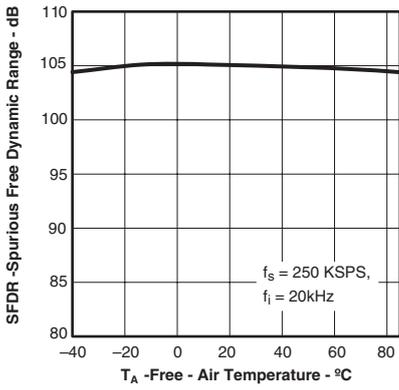
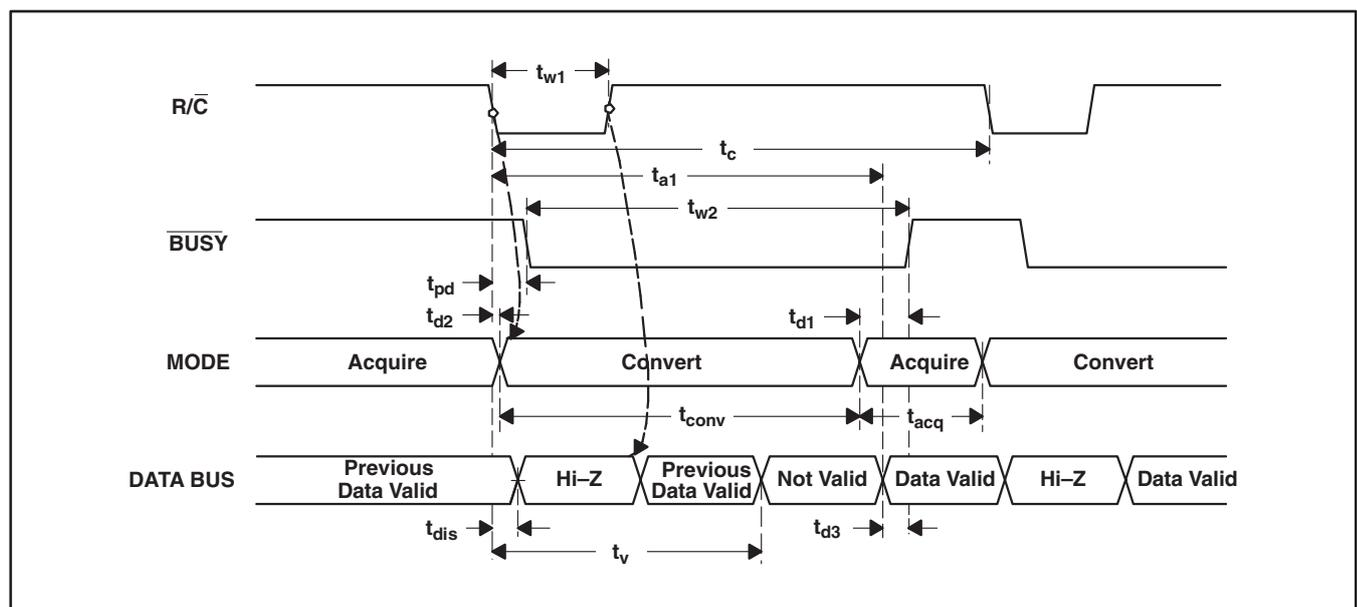
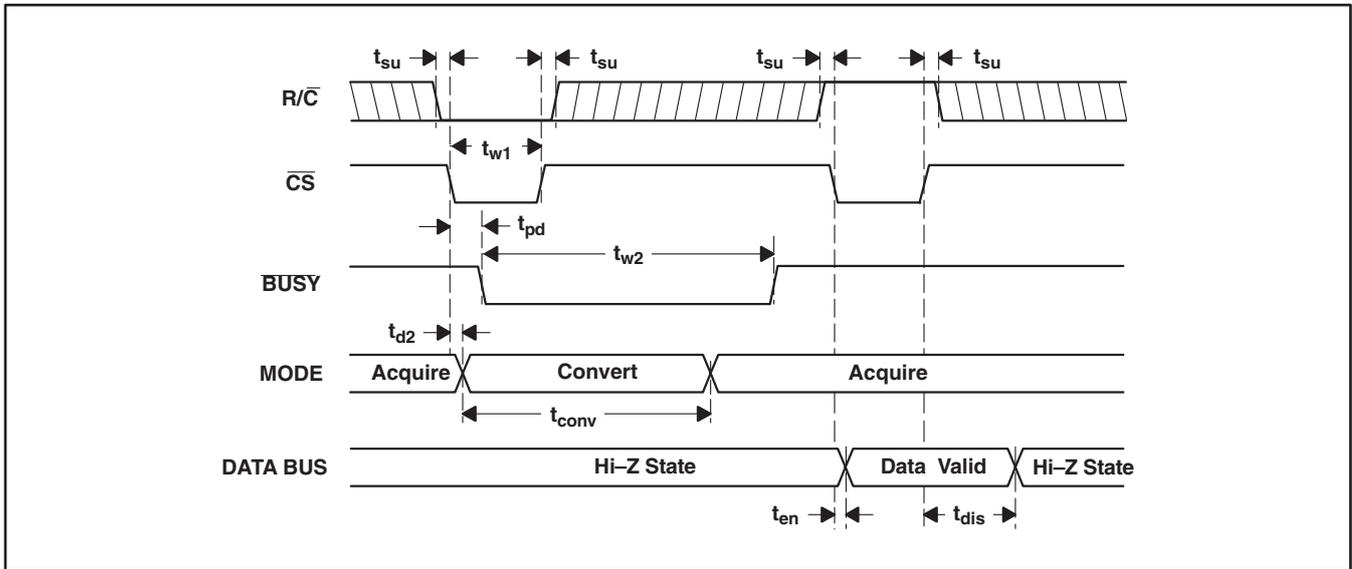
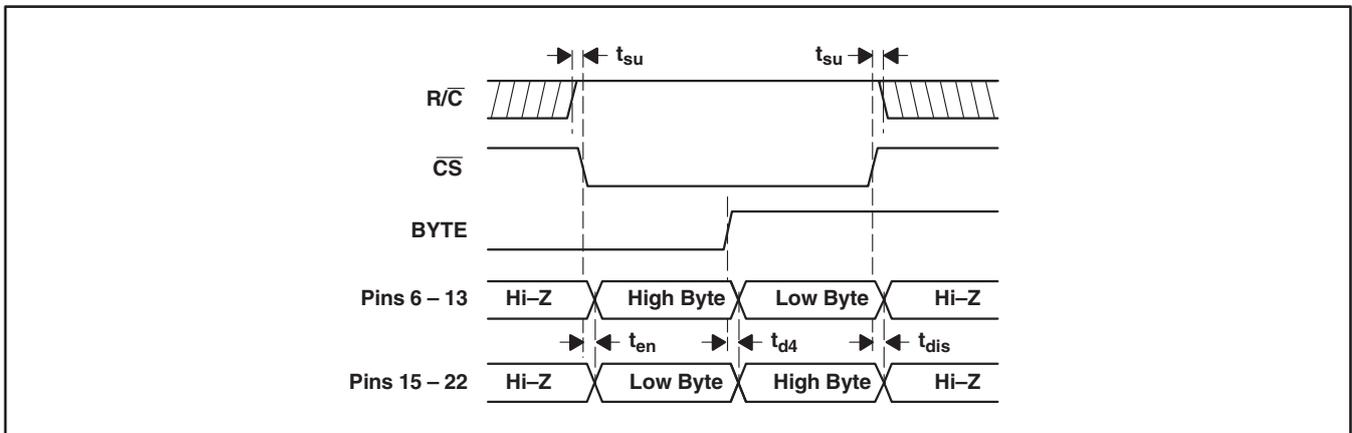

図 1
図 23. 変換と出力イネーブルのタイミング (\overline{CS} を “Low” に固定)
図 24. CSを使用した変換制御と読み取りのタイミング
図 25. CSとBYTEを使用したデータバスの制御
ADS8505は変換の終了時に、入力信号のトラッキングを始めるので、変換コマンドの間隔を4µs確保すると、新しい信号を正確にアクイジションすることができます。CS、R/C、およびBUSYの状態については図1を、タイミングは図23から図25を参照してください。
(1) 図23と図24で変換“n-1”で有効なデータに対する制約について参照してください。
変換“n”が完了して出力レジスタが更新された後、BUSY (ピン26)が“High”になります。このとき、変換“n”の有効データは、D15～D0 (ピン6～13および15～22)で得られます。また、BUSYが“High”になることを利用してデータをラッチすることもできます。タイミング制約については表3、図23、図24、および図25を参照してください。
変換“n”が開始された後、変換でも“n-1”の有効なデータを読み取ることができます。このデータは変換“n”の開始から最大 t_2 (2.2μs typ)まで有効です。変換“n”の開始後、 t_2 (2.2μs typ)からBUSY (26ピン)が“High”になるまでの間、データの読み取りを行わないでください。これは、無効データを読み取ることになります。タイミングの制約については表3と図23、図24、および図25を参照してください。